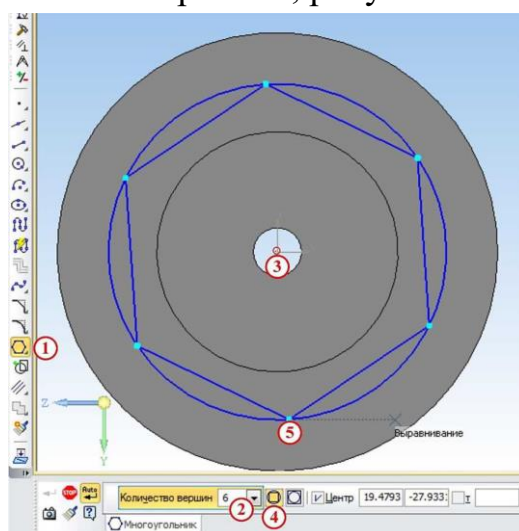

Рисунок 3.
3. Заменить цилиндрическую поверхность диаметром 56 мм на шестигранную, в качестве плоскости эскиза выбирается торцевая поверхность этого цилиндра. С помощью команды **Спроецировать объект 1** на выбранной грани строится окружность диаметром 56 мм. В построенную окружность необходимо вписать шестиугольник. Для этого на панели **Компактная** нажимаем кнопку **Многоугольник 1** и на панели свойств **2** выбираем количество вершин - **6**, центр в точки **3**, **По описанной окружности 4** и выбираем окружность **5**, в которую необходимо вписать шестиугольник, рисунок 3.